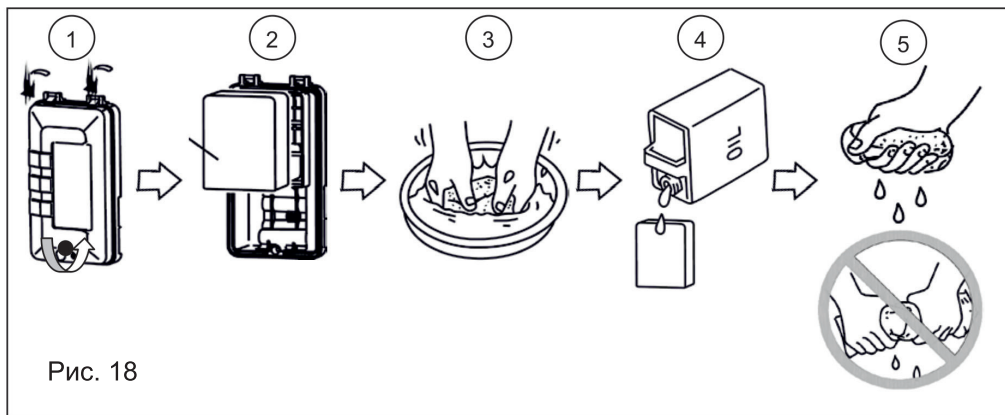

Рис. 18
1. Снимите крышку воздушного фильтра, открутив винт крепления крышки (рис. 18)